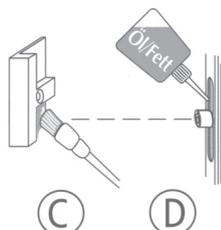
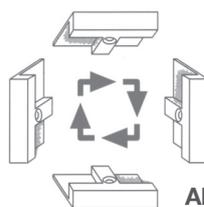

Abb. 3
Abb. 6a
Um die Leichtgängigkeit zu erhalten, müssen die Schließbleche (C) der Beschläge einmal jährlich an den Einlaufseiten mit technischer Vaseline oder einem anderen geeigneten Fett geschmiert werden (s. Abb. 3, 4 und 5). Zur Bestimmung der Einlaufseiten s. Abb. 6a und 6b.